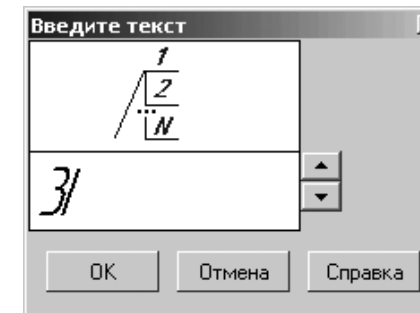

Рис. 6.15. Диалоговое окно **Введите текст**
- поле **Ввод текста** вызывает диалоговое окно **Введите текст** (рис. 6.15).